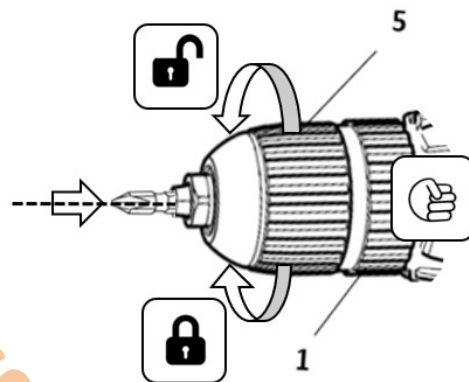

РИСУНОК 2.1.2. УСТАНОВКА ОСНАСТКИ.
1. Зажмите нижнюю втулку патрона «1» (рисунок 2.1.2) и поверните верхнюю втулку патрона «5» (рисунок 2.1.2) против часовой стрелки для открытия зажимных кулачков настолько, чтобы можно было вставить оснастку.
2. Вставьте оснастку в патрон как можно глубже. Поверните втулку патрона «5» (рисунок 2.1.2) по часовой стрелке для затяжки патрона.
3. Для снятия биты, поверните втулку «5» (рисунок 2.1.2) против часовой стрелки.